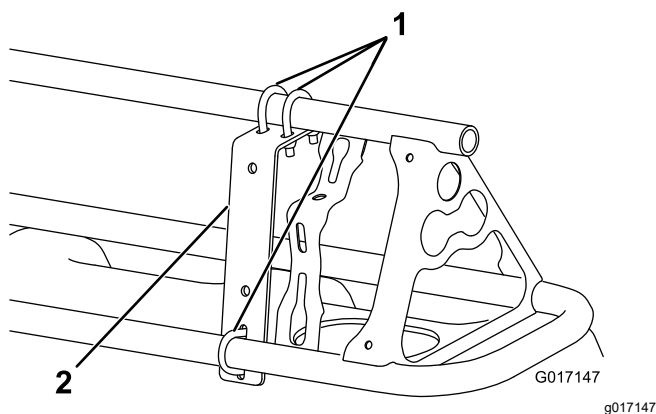
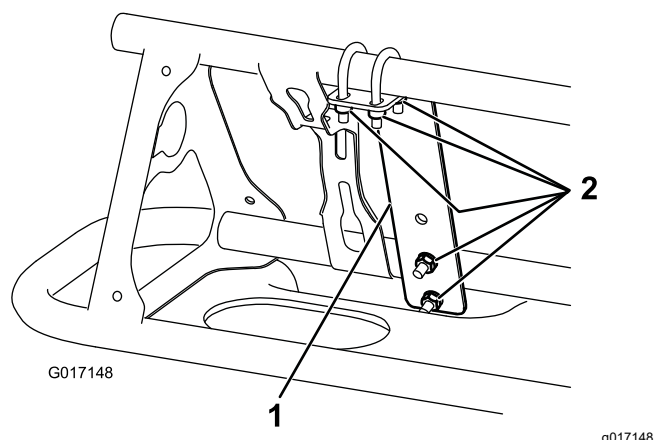

Figura 15
Figura 16
- Montai un suport pe partea frontală a fiecărui bra, lângă duza din exterior (Figura 15 i Figura 16) cu 3 uruburi în U i 6 contrapiulie (1/4").